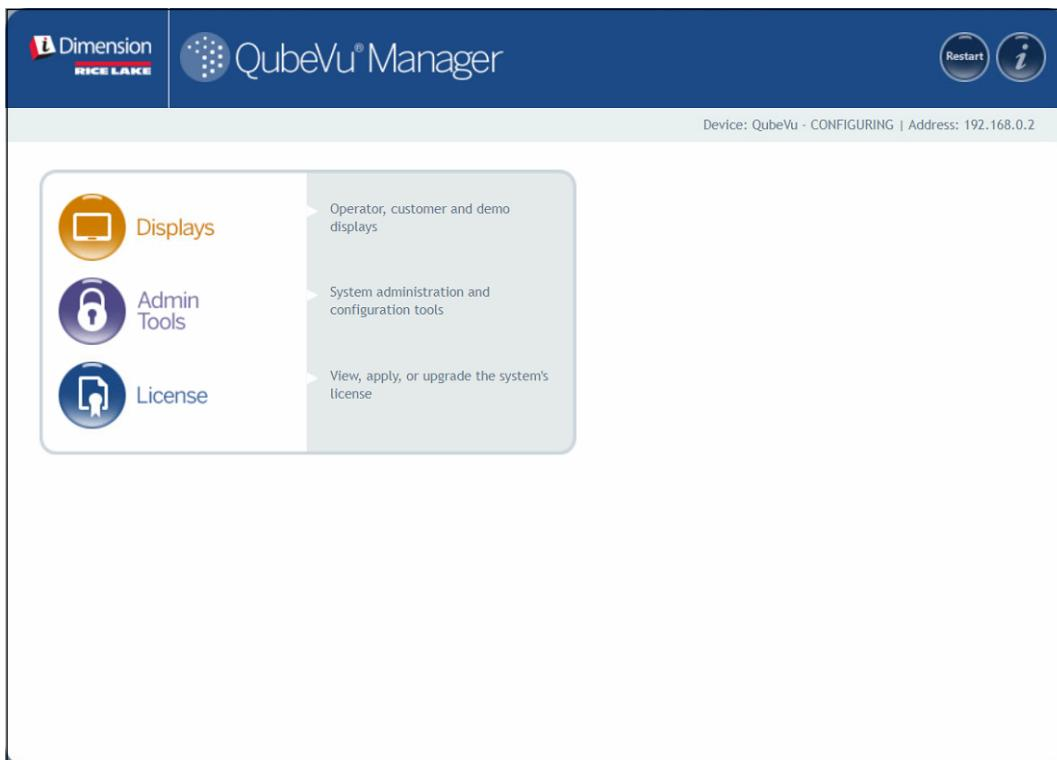

Abbildung 2-1. Startseite von QubeVu Manager
- Wählen Sie  **Displays** im Menü **QubeVu Manager** aus (Abbildung 2-1 auf Seite 9), um das Menü **Display Pages (Anzeigen)** aufzurufen.